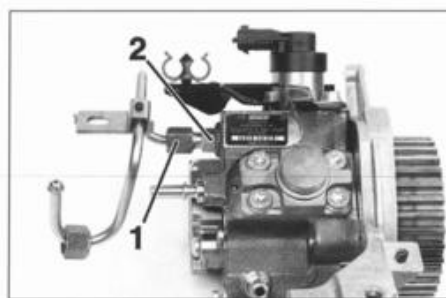

FIG. 30
- Desatornillar el tubo (1) (fig. 30) sujetando el rácor (2).